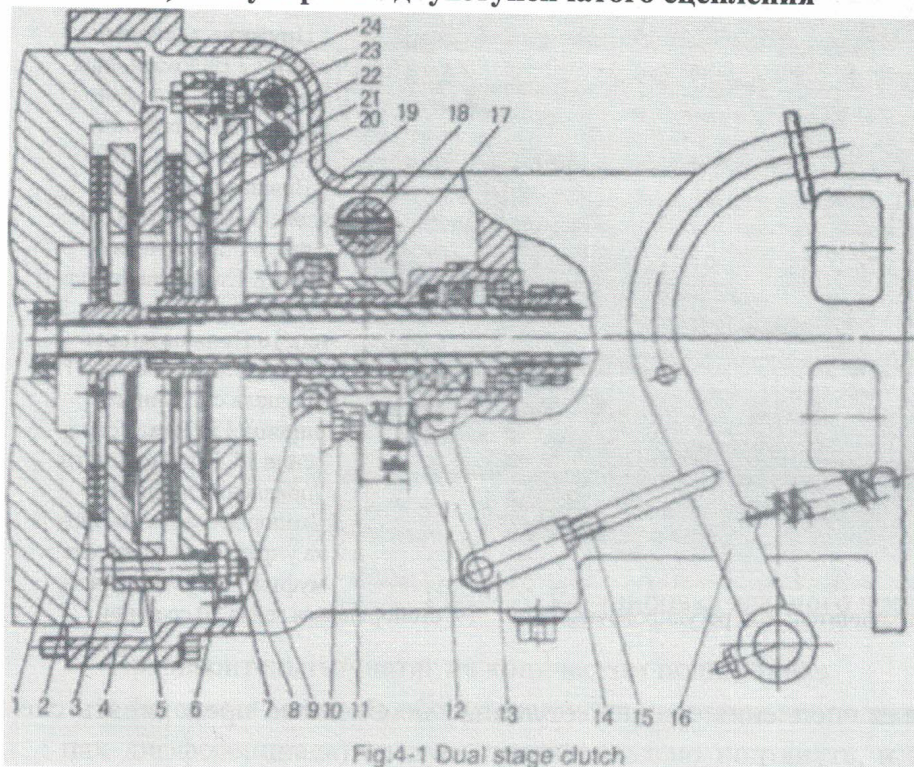

Рис.3-1. Механизм двухступенчатого сцепления
При регулировке свободного хода педали сцепления (рис. 3-1), в первую очередь отрегулируйте длину тяги штока толкателя (15) для того, чтобы убедиться в том, что величина зазора между тремя отжимными рычагами и выжимными подшипниками составляет $2,5 \text{ мм} \pm 0,5$, а резервный ход рычага движения вильчатого рычага составляет 3,5-5 мм. После проведения регулировочных работ, затяните педаль болтом М10.